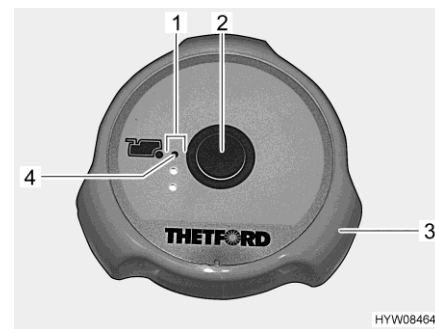

Bild 110 Spolknapp/kontrolllampor (Thetford-toalett)
- Öppna spjället på Thetford-toaletten före spolning. Vrid då ratten (Bild 110,3) moturs.
- För att spola, tryck på den blå spolknappen (Bild 110,2).
- Efter spolning stängs spjället. Vrid då ratten (Bild 110,3) medurs.
Kontrolllamporna (Bild 110,1) visar nivåindikeringen för latrinkassetten. Den röda kontrolllampan (Bild 110,4) tänds när latrinkassetten måste tömmas.